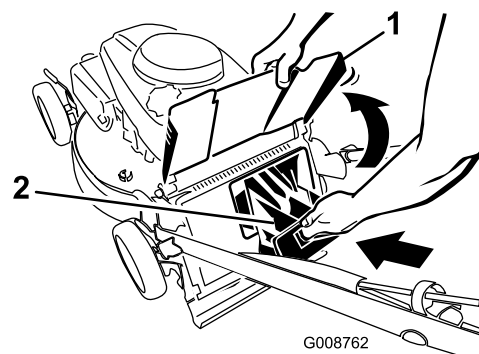

Figure 25
4. Insérez l'obturateur de déchetage dans l'ouverture à l'arrière du carter de tondeuse jusqu'à ce qu'il s'enclenche en place (Figure 25).